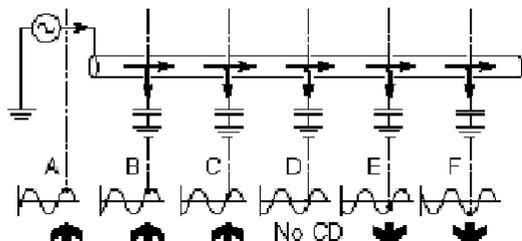

Figure 9.2 : Réinitialisation CD
La figure 9.2 montre une ligne enterrée avec une capacité significative à la masse. Elle montre le déplacement de phase progressif qui intervient le long de la ligne. Le schéma montre un point de référence sur chaque forme d'onde. Tout d'abord, le point de référence apparaît en plein sur la réponse crête d'un demi-cycle positif (A). Progressivement, il se déplace vers le point d'intersection zéro (D) et termine sur la réponse crête d'un demi-cycle négatif (F). Le sens s'est déplacé d'avant en arrière. Au point intermédiaire (D), le flux de courant ne peut être déterminé. À ce stade, les flèches CD du récepteur RD8200 clignotent. Dans l'exemple de la figure, en retournant à (C) qui est le dernier point où un relevé CD a été réalisé, et en effectuant une réinitialisation CD, la réponse en (C) sera égale à celle de (A).